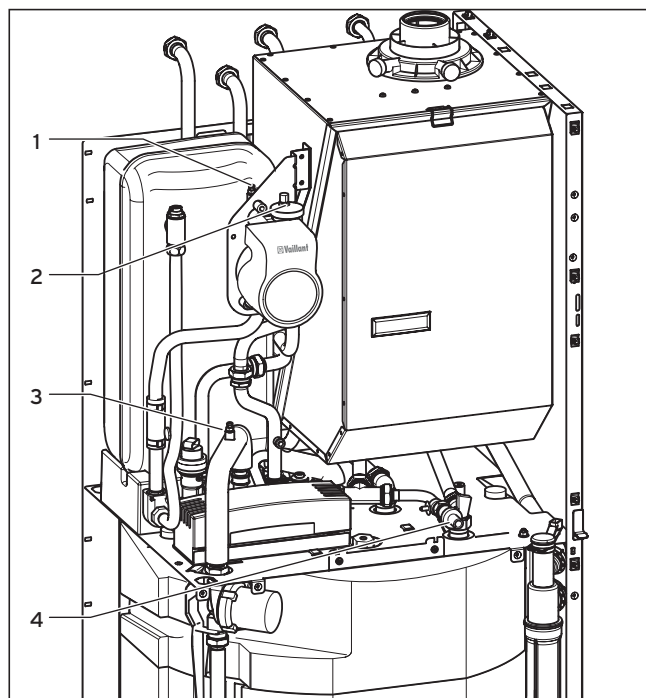

Рис. 6.1 Устройство заполнения и опорожнения котла
- Обезвоздушьте прибор со стороны горячей воды посредством воздуховыпускных ниппелей (3) на трубе между насосом и вторичным теплообменником, см. рис. 6.1.